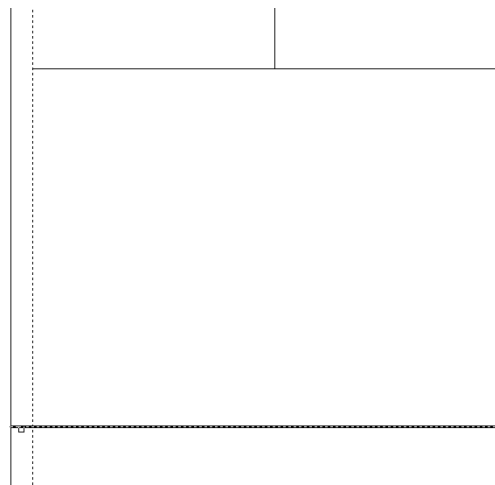

Рис. 4.20 ▼ Верхняя линия уже обрезана, выбор второй линии
*Примечание.* Рассмотренный инструмент называется **Окно зумирования** (Zoom Window), а команда – **Окно зумирования** (Zoom Window) (псевдоним – **Показать** (Zoom)). Если ввести в командном окне просто **по** (Z), а затем выбрать в области черчения точку, режим *рамки масштабирования* включается автоматически.
4. Запустите инструмент **Обрезать** (Trim), выберите в качестве секущей внутреннюю вертикальную линию контура левой стенки (показана на рис. 4.20 пунктиром), а затем, нажав **Enter** для завершения выбора, щелкните сначала на верхней, а затем на нижней (рис. 4.20) выступающих ча-